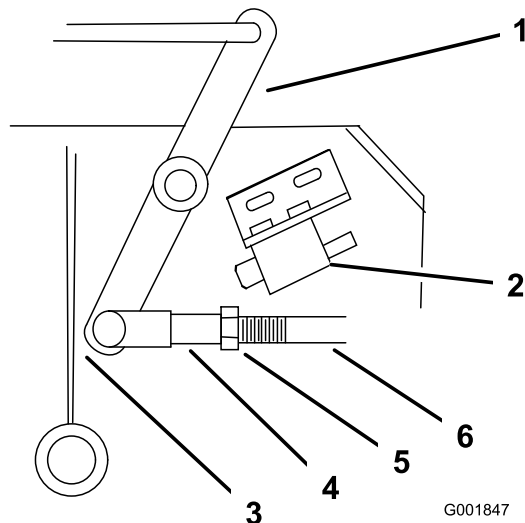

Рисунок 46
4. Отрегулируйте длину рычажного механизма так, чтобы нижний конец коленчатого рычага немного не доходил до опорной вставки оси (Рисунок 46).
9. Ослабьте гайку, прижатую к вилке (Рисунок 46).